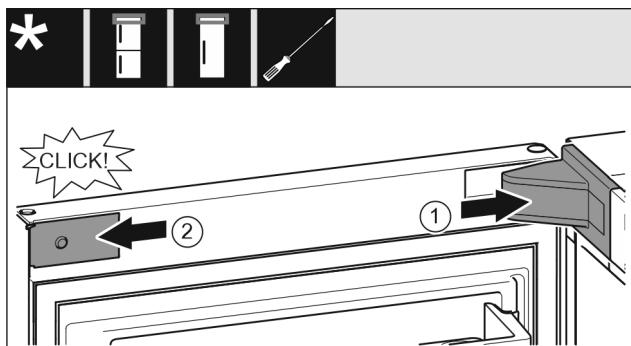

Fig. 20
- Nasadte kryt ložiskovej konzoly a zaistite, príp. opatrne roztlačte. Fig. 20 (1)
- Zboču nasadte a zaistite kryt. Fig. 20 (2)